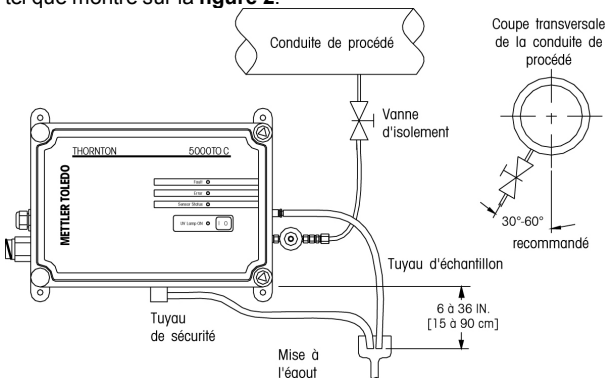

Figure 2
**1. Installation de la sonde** – La sonde 5000TOC a été conçue pour être autonome ou bien montée sur un mur ou une conduite. Elle est livrée avec des pattes de montage installées qui doivent être retirées en cas d'installation autonome (plan de travail). Un espace de dégagement minimum de 45 cm est nécessaire sur le côté gauche de la sonde pour le remplacement de la lampe UV. Deux raccords sont situés sur le côté droit du boîtier. Le raccord inférieur est dénommé "entrée d'échantillon" et le raccord supérieur, "sortie d'échantillon". Un troisième raccordement (tuyau de sécurité) est situé sous le boîtier ; il doit être retiré en cas d'installation autonome (plan de travail). La figure 2 représente une installation typique. Le kit d'installation (Réf 02205) comprend des assemblages de tube d'installation et une vanne de régulation de pression comprenant un filtre de 40 microns. Fixer le régulateur de pression au raccordement d'entrée d'échantillon tel que montré sur la figure 2.
Fixer l'extrémité ouverte du tube PTFE de 3,17 mm sur la vanne d'isolement du point d'échantillonnage (non fourni). Rincer le tube d'échantillonnage avant de l'installer au niveau de la sonde. Fixer le raccord sur l'entrée du régulateur de pression. Fixer le tube polyuréthane de 6,35 mm, avec un raccord cannelé, à la sortie d'échantillon et diriger l'autre extrémité vers la mise à l'égout. Le tuyau de sécurité de 6,35 mm se branche sur le raccord de tube au bas du boîtier et doit également être dirigé vers une mise à l'égout. Voir sur la figure 2 à propos des restrictions de longueur s'appliquant aux tuyaux.